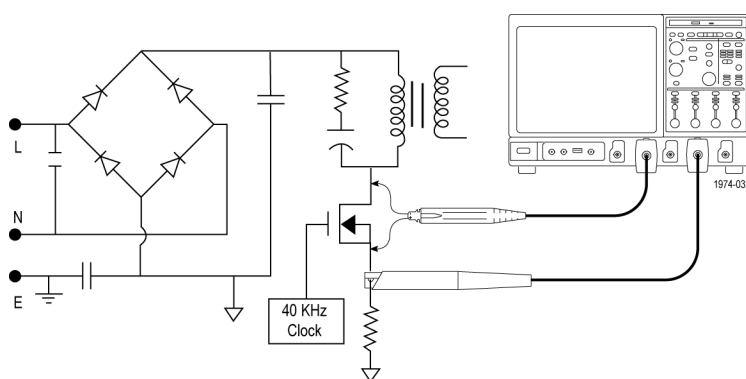

図 2: 電源テスト・ポイント
1. 差動プローブをスイッチング・デバイスに接続し、電流プローブをデバイスと直列に接続します。(図 2 参照)。